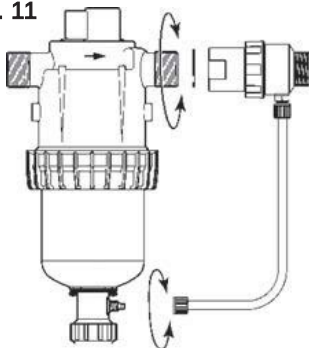

**Рис. 10**
- Вручную открутите гайку крепления корпуса (**Рис. 10-С**).
- Аккуратно вытащите поршень двигателя из нижней части корпуса (**Рис. 10-М**).
- ВАЖНО:** При сборке дозатора (**Рис. 10**) сначала вставьте поршень двигателя частично в нижнюю часть корпуса (1) (будьте осторожнее с манжетами поршня двигателя) и частично в верхнюю часть корпуса (2). Не повредите резиновое уплотнение корпуса (**Рис. 10-Н**).
- После этого аккуратно соедините части корпуса (2) и затяните ручную гайку крепления корпуса (**Рис. 10-С**).
- Замените поршень двигателя и соберите дозатор в обратном порядке. Для этого (**Рис. 10**) сначала вставьте поршень двигателя частично в нижнюю часть корпуса (1) (будьте осторожнее с манжетами поршня двигателя) и частично в верхнюю часть корпуса (2). Не повредите резиновое уплотнение корпуса (**Рис. 10-N**).